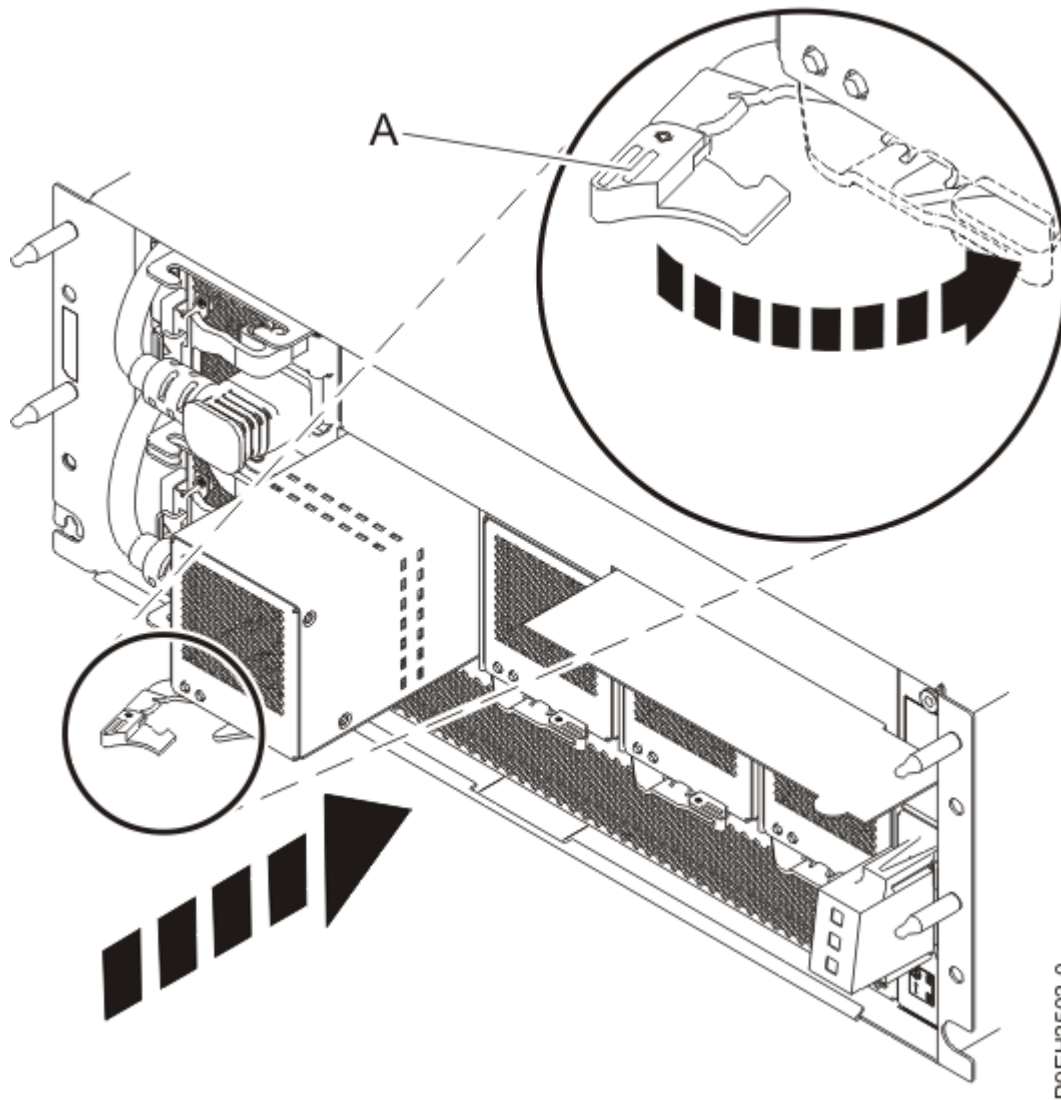

Abbildung 5. Lüfter im Einschub für EMX0-PCIe3-Erweiterungen installieren
2. Stellen Sie sicher, dass der Lüftergriff **(A)** geöffnet ist (siehe Abbildung 5 auf Seite 6).
3. Stützen Sie die Unterseite des Lüfters mit der Hand ab und richten Sie dabei den Lüfter am Steckplatz aus. Schieben Sie ihn anschließend an der vorgesehenen Position ein. Siehe Abbildung 5 auf Seite 6.
5. Drehen Sie den Lüftergriff **(A)** in die abgebildete Richtung und drücken Sie dann auf den Lüftergriff, bis die Verriegelung einrastet. Siehe Abbildung 5 auf Seite 6.